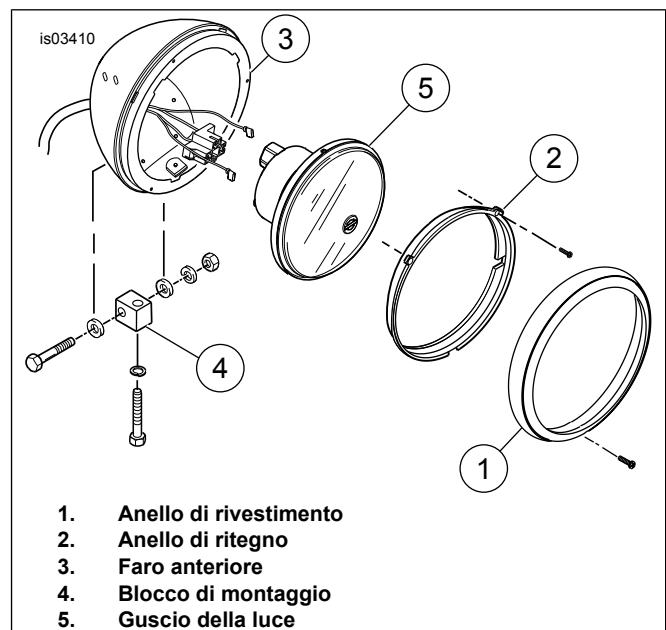

Figura 1. Faro anteriore
3. Vedere Figura 1. Rimuovere la vite dell'anello di rivestimento e l'anello di rivestimento (1).
4. Rimuovere le tre viti dell'anello di ritegno e l'anello di ritegno (2) dal gruppo del faro anteriore (3). Estrarre la lampadina dal connettore.
9. Vedere Figura 1. Rimuovere il blocco di montaggio (4) e la relativa bulloneria.